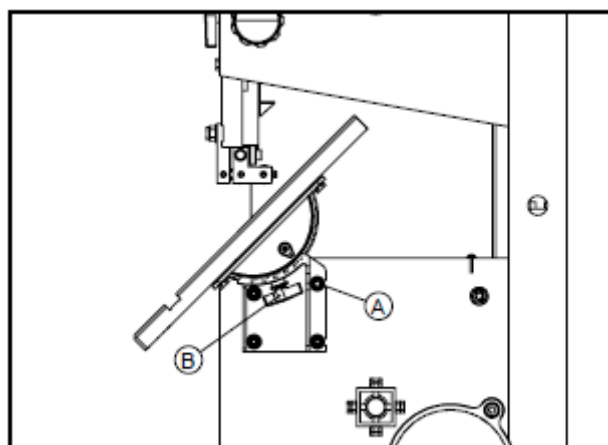

Рис. 5.1
- Следует руководствоваться рис. 5.1.